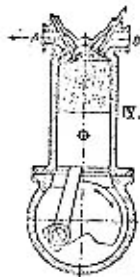

Abb. 35 - 38
I. Takt: **Ansaugen** (Abb. 35).